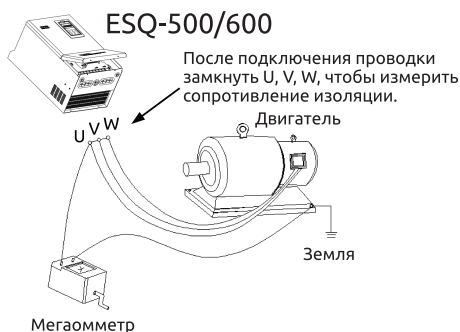

Рис. 1-1 Проверка изоляции двигателя
(2) Преобразователь должен соответствовать параметрам двигателя с переменной частотой, работающего на низкой скорости или с постоянным крутящим моментом в течение длительного времени. Если преобразователь не соответствует номинальной мощности асинхронного двигателя, особенно если она меньше номинальной мощности преобразователя, необходимо обеспечить теплоотвод для охлаждения двигателя или установить термореле для защиты двигателя от перегорания.
(3) Необходимо заранее принять меры, чтобы не допустить отсутствия смазки в редукторе и зубчатой передаче при длительной работе на низкой скорости.
(4) В первую очередь, необходимо убедиться в том, что подшипники и механические компоненты подходят для скоростного диапазона двигателя. Также следует учитывать, что при превышении номинальной частоты усилится вибрация и повысится уровень шума двигателя.
(5) Для защиты преобразователя от неисправностей из-за перегрузки по току или перенапряжения необходимо предусмотреть подходящие прерыватели цепи.
(6) Пуск и останов преобразователя должен осуществляться с помощью соответствующих команд или клемм, в противном случае при частом подключении входной клеммы преобразователя к силовому выключателю, например, контактору, для непосредственного пуска и останова он может выйти из строя.
(7) Если контактор устанавливается между выходом преобразователя и двигателем, не отключать контактор, пока работает преобразователь. В противном случае преобразователь выйдет из строя.
(8) При некоторых значениях выходной частоты преобразователь может столкнуться с механическим резонансом. Этого явления можно избежать, установив частоту проскака.
(9) Преобразователь частоты можно подключать только к сети с подходящим рабочим напряжением. При необходимости следует подключить соответствующее устройство плавного пуска или приобрести преобразователь со специальными характеристиками.
(10) Если высота места установки над уровнем моря превышает 1000 м, необходимо уменьшить эксплуатационные параметры преобразователя частоты на 10% при каждом превышении на 1000 м.
(11) Перед первым использованием и использованием после длительного простоя необходимо проверить изоляцию двигателя. На Рис. 1-1 ниже показан способ проверки с помощью мегаомметра 500 В.